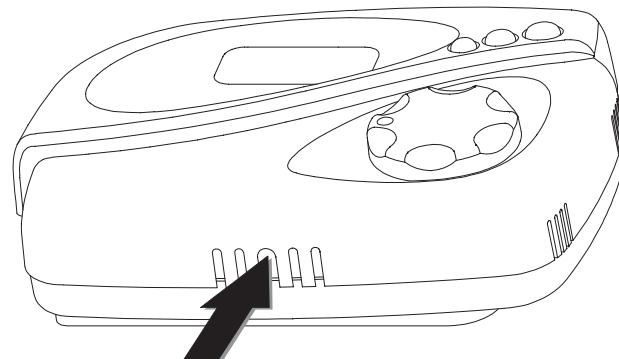
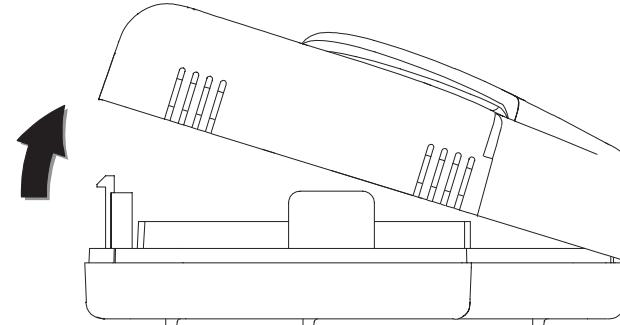

Fig. 2: Feritoia per apertura calotta.
Fig. 3: Apertura calotta.
- Rimuovere la calotta spingendo con l'aiuto di un attrezzo (ad esempio un cacciavite) la lingetta plastica situata nella feritoia in basso come in Fig. 2 e ruotare contemporaneamente la calotta come in Fig. 3.